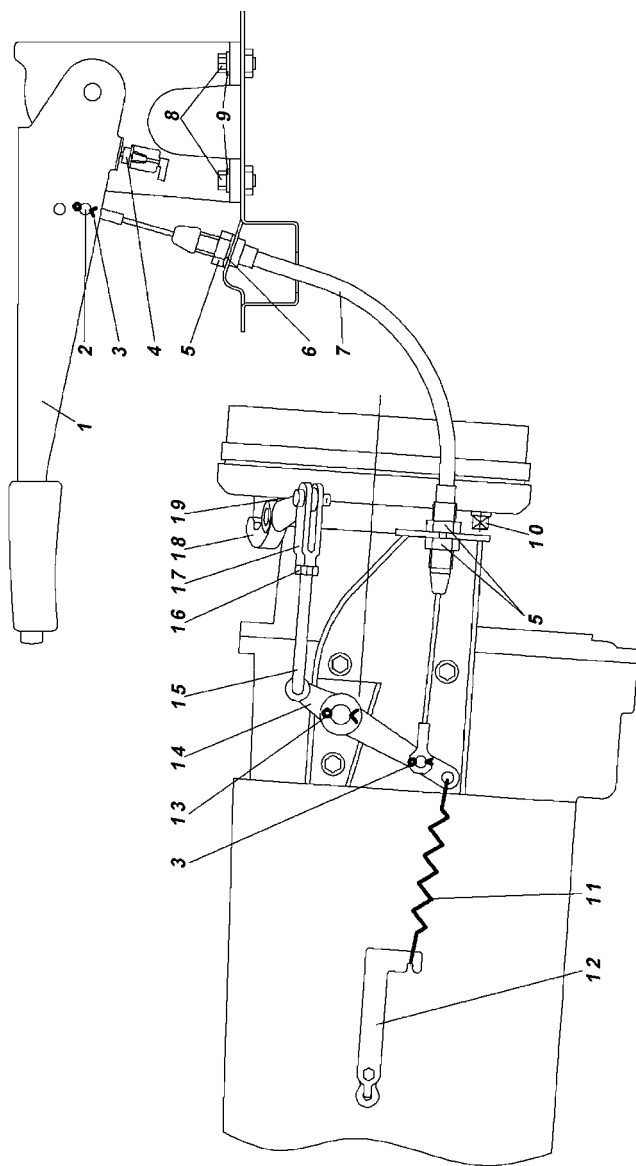

Рис. 9.43. Привод стояночного тормозного механизма:
2. Переместите рычаг стояночного тормоза 1 (рис. 9.43) в крайнее нижнее положение.